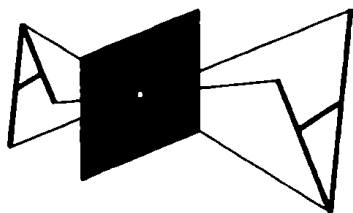

Рис. 1
1. Возьмите серебряную обертку от шоколадной конфеты. Разгладьте ее и проткните в ней маленькое отверстие. Через это отверстие, расположив его как можно ближе к глазу, посмотрите на какой-нибудь ярко освещенный текст, помещенный тоже близко к глазу. Вам удалось увидеть сильно увеличенные буквы? Оказывается, не только линза может увеличивать! А какое изображение буквы вы увидели – прямое или перевернутое? Казалось бы, буква должна быть перевернутой (рис.1) – на